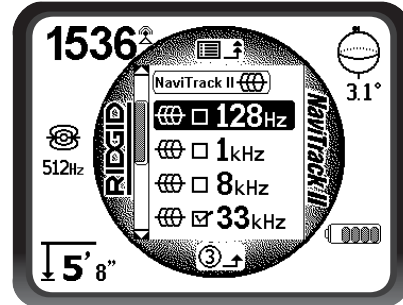

Figure 16 – Fréquence voulue (128 Hz) surlignée
2. A l'aide des flèches ascendante et descendante, surlignez la fréquence voulue. A la Figure 16 ci-dessous, l'utilisateur est en train d'activer une fréquence de 128 Hz.